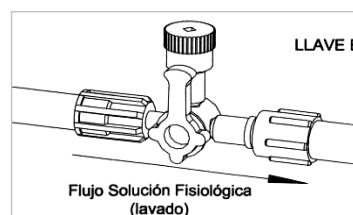

Figura 11-10 - Posición final de la Llave "B"
- 2 Con esto comunicará la Línea a Paciente con el Tubo de Extensión, ambos libres de burbujas y se deberá establecer un Flujo de Lavado como se ve en la figura 11.10.